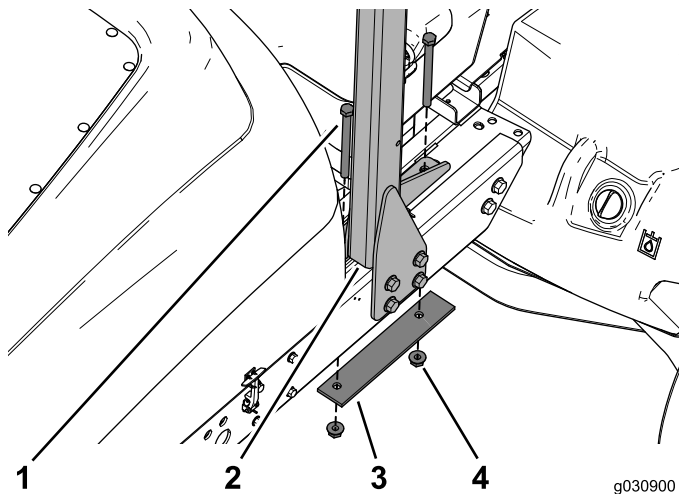

Bild 5
6. Ordnen Sie die Kabelbaumplatte und das Batteriefach so an, dass Sie die zwei Schrauben, die Verstärkungsplatte und die zwei Bundmutter entfernen können, mit denen der Überrollschutz oben am Rahmen befestigt ist (Bild 5). Legen Sie sie zur Seite.